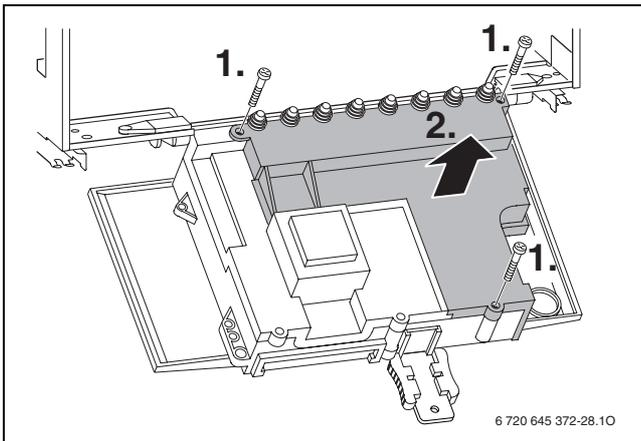

Fig. 33
I fusibili di ricambio si trovano sul retro della copertura del quadro comandi (→ fig. 33).
- ▶ Svitare le viti di fissaggio ed estrarre la copertura posteriore (→ fig. 33).